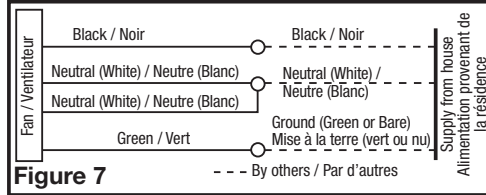

Figure 7
1. Connect the 2 loose White wires from the range hood to the White wire from the supply, and the loose Black wire from the range hood to the Black wire of the supply. Connect the ground wire (green or bare) from the supply to the green ground screw of the hood. Use approved methods for all connections (Figure 7).
1. Connecter les deux fils lâches Blancs de la hotte de cuisine au fil Blanc de l'alimentation, et le fil lâche Noir de la hotte au fil Noir de l'alimentation. Connecter le fil de mise à la terre (vert ou dénudé) de l'alimentation à la vis verte de mise à la terre de la hotte. Utiliser des méthodes de connexion approuvées pour toutes les connexions (Figure 7).